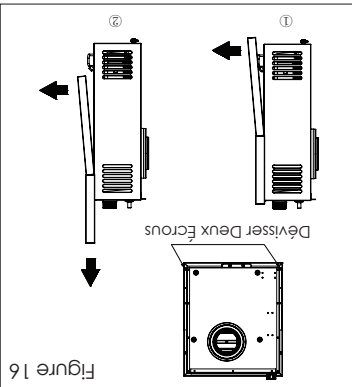

Figure 16
1. Retirer le panneau avant de l'appareil en dévissant les deux écrous situés en dessous, puis glisser le panneau vers le haut comme le montre la figure 16.